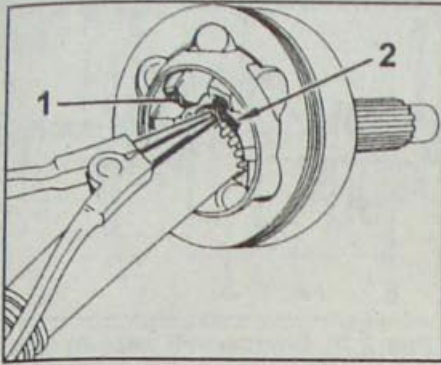

Рис. 8.11. Снятие внутренней обоймы шарнира равных угловых скоростей:
- Раздвиньте концы стопорного кольца (1, рис. 8.11) и в это же время ударьте по открытому торцу внутренней обоймы (2) молотком с бойком из мягкого материала.